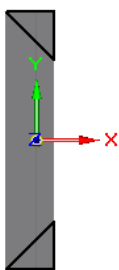

图 8.13.38 截面草图
(2) 定义特征的截面草图。选取俯视图 (XY) 平面为草图平面, 绘制图 8.13.38 所示的截面草图。单击“关闭草图”按钮, 退出草图绘制环境。